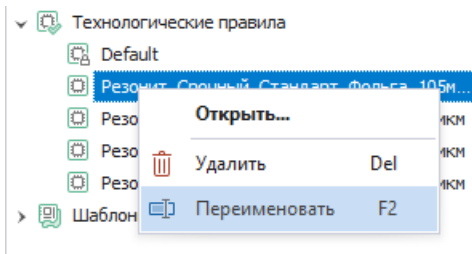

Рис. 126 Переименование шаблона технологических правил
2. Вызовите контекстное меню и выберите пункт «Переименовать», Рис. 126. Для данного действия также задана горячая клавиша F2.